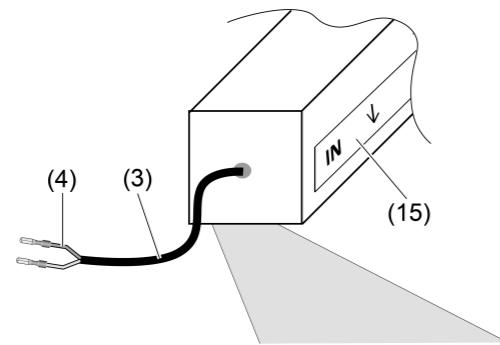

Bild 2: Abstrahlrichtung der asymmetrischen Optik
- i** Bei der Montage beachten, dass es zwei Ausführungen der Leuchte gibt. Das Etikett auf der Leuchte (15) kennzeichnet die Abstrahlrichtung und die Seite, an der die Eingangsleitung angebracht ist (Bild 2).